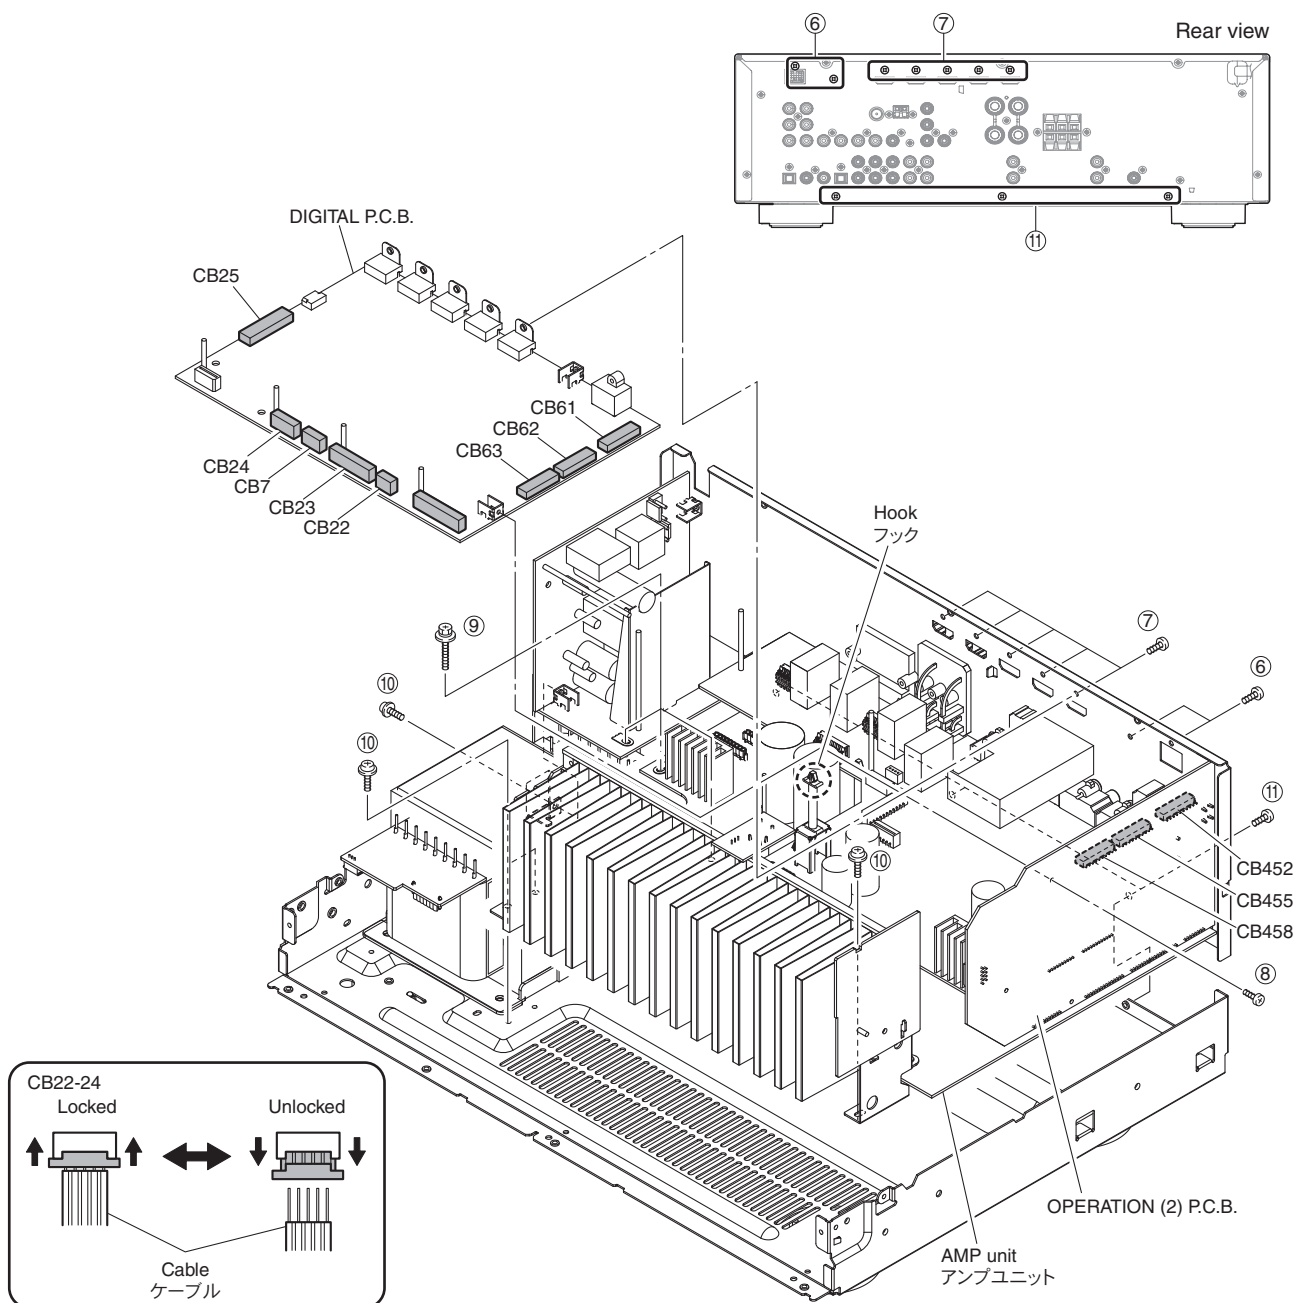

Fig. 2
- Remove 2 screws (⑥) and 5 screws (⑦). (Fig. 2)
- Remove screw (⑧). (Fig. 2)
- Remove CB7 and CB25. (Fig. 2)
- Unlock and remove CB22~24. (Fig. 2)
- Release hook. (Fig. 2)
- Remove the DIGITAL P.C.B. which is connected directly to the OPERATION (2) P.C.B. with board-to-board connectors. (Fig. 2)
- Remove 3 screws (⑨) and 4 screws (⑩). (Fig. 2)
- Remove 3 screws (⑪). (Fig. 2)
- Remove the amp unit. (Fig. 2)
- ⑥ のネジ 2 本、⑦ のネジ 5 本を外します。(Fig. 2)
- ⑧ のネジ 1 本を外します。(Fig. 2)
- CB7、CB25 を外します。(Fig. 2)
- ロックを外し、CB22～24 を外します。(Fig. 2)
- フック 1箇所を外します。(Fig. 2)
- DIGITAL P.C.B. を取り外します。ただし、DIGITAL P.C.B. は OPERATION (2) P.C.B. に基板対基板コネクタで直接接続されています。(Fig. 2)
- ⑨ のネジ 3 本、⑩ のネジ 4 本を外します。(Fig. 2)
- ⑪ のネジ 3 本を外します。(Fig. 2)
- アンプユニットを取り外します。(Fig. 2)